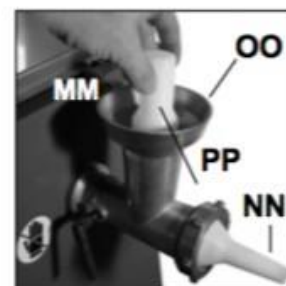

Figure 20
Fixez le hachoir à viande à la machine (MM). Glissez le boyau à saucisses sur le connecteur de tube exposé (NN). L'enveloppe de saucisse est maintenant prête à être remplie de la viande de votre choix. (Figure 20)
Comme le montre la figure 20, remplissez la prise de viande du hachoir à viande (OO). En utilisant le poussoir en plastique fourni (PP), appuyez doucement sur la viande dans la prise. En introduisant la viande dans la prise, celle-ci sera pompée hors de la prise et dans le raccord de tube, remplissant ainsi le boyau à saucisses. Continuez à appuyer jusqu'à ce que le boyau de saucisse soit plein.